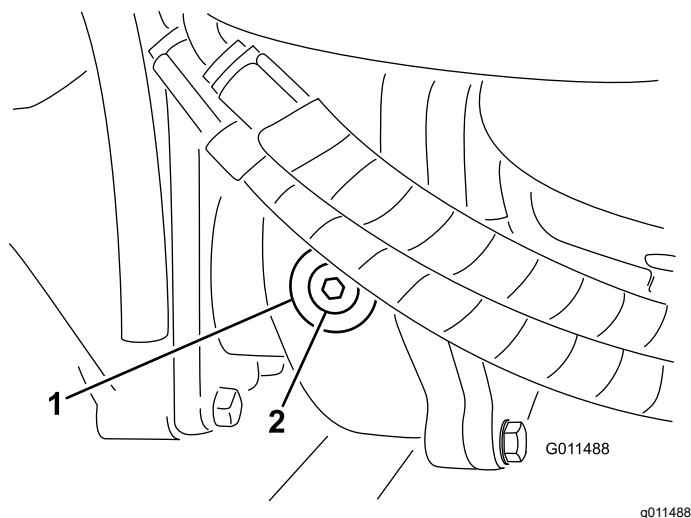

Figura 70
2. Togliete il tappo di controllo/riempimento dal lato sinistro del riduttore (Figura 70) e verificate che il lubrificante raggiunga la base del foro. Se il livello è basso, rabboccate con lubrificante fino a portarlo alla base del foro.